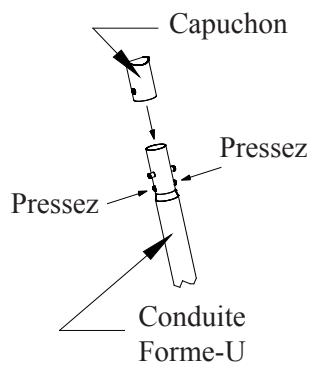

FIG. 3
3. Repérez les conduites (Forme-U) et leurs Capuchons. Installez les Capuchons sur les extrémités des (Forme-U). Voir Fig. 3 pour l'installation des Capuchons; tournez lentement chaque Capuchon jusqu'à que les boutons s'enclenchent dans les trous.